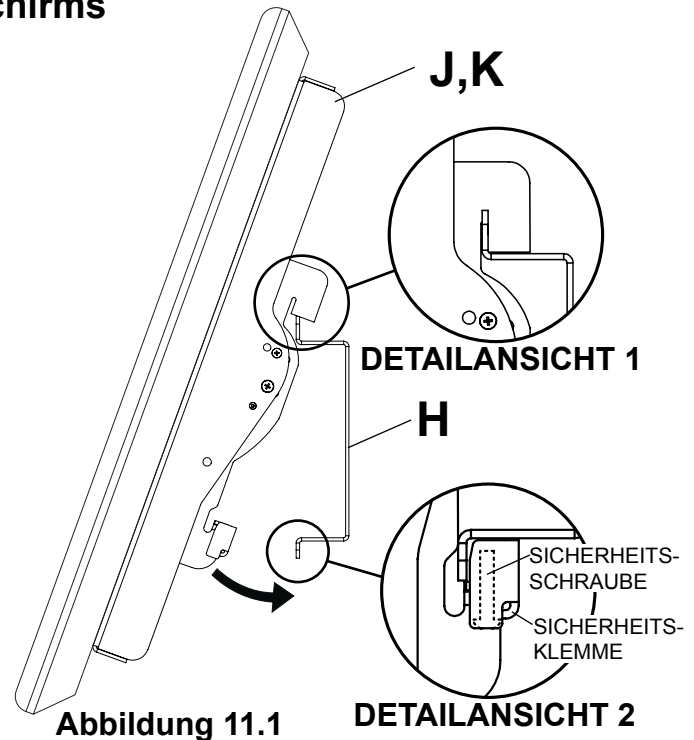

Abbildung 11.1
11 Anbringung des Bildschirms: Haken Sie die Kipphalterungen (J,K) an der Adapterplatte (H) ein und schwenken Sie den Bildschirm wie in Abbildung 11.1 dargestellt nach innen. **HINWEIS:** Falls sich die Sicherheitsklemme nicht an der Adapterplattenunterseite vorbeiführen lässt, lösen Sie die Sicherheitsschraube mit einem Inbusschlüssel (L). Die Haken der Kipphalterungen müssen ganz in die Adapterplatte eingreifen wie in Detailansicht 1 dargestellt. Ziehen Sie die Sicherheitsschraube mit einem Inbusschlüssel (L) an, bis die Sicherheitsklemme fest an der Unterseite der Adapterplatte anliegt.